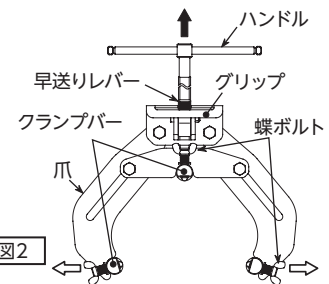

図2
- 2** パイプ溶接用外面クランプの爪を広げる。グリップを持ち早送りレバーを押しながら(写真1)、ハンドルを引き上げ、爪を広げる。(図2)